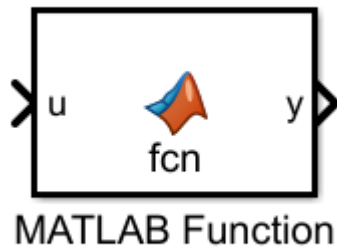

Рисунок 1
- 4) Установить на схемное окно блок “MATLAB function” из подраздела “User-Defined Functions” (Рисунок 1).